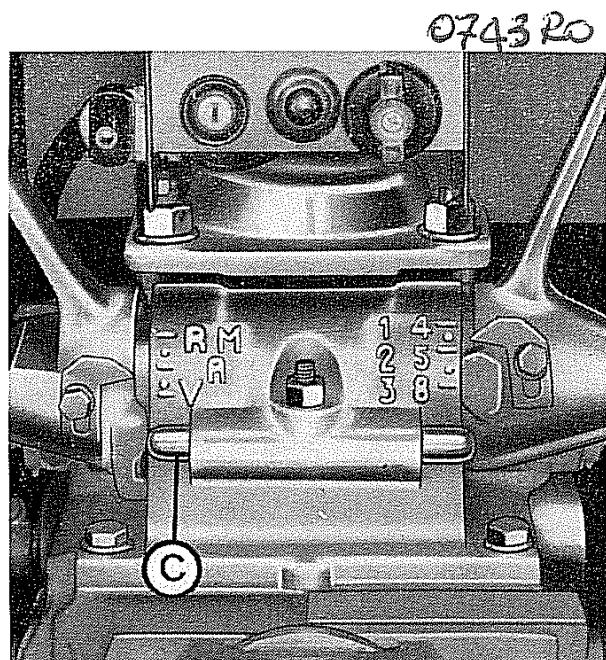

Fig. 3 - Disposizione perno
- Il perno **C** deve trovarsi inserito come mostra la fig. 3.
(La 6^a velocità è impedita dal dispositivo C di fig. 3).
(La 3^a retromarca è impedita dal dispositivo C di fig. 3).